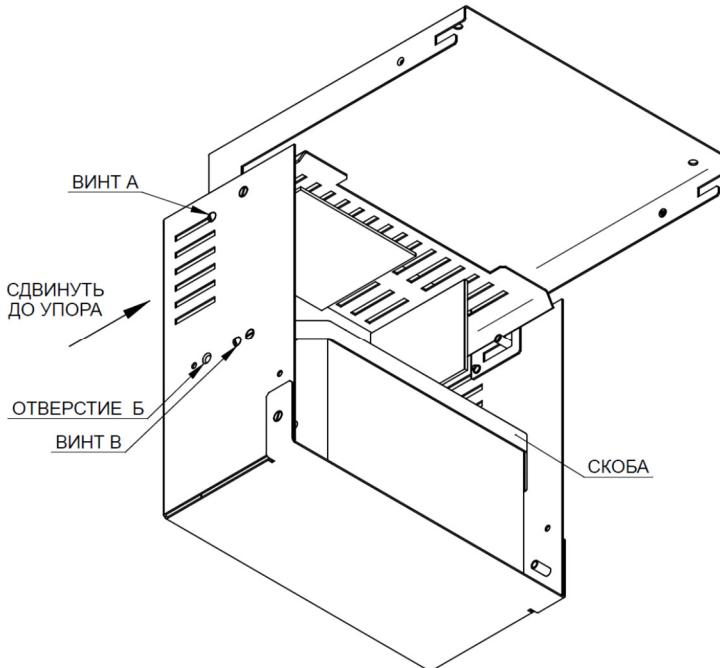

Рисунок 4 - Фиксация открытой крышки для монтажа и установка АКБ
- Повесить крышку на основание, зафиксировать винтами А (см. рис. 4), а потом произвести монтаж и установку АКБ.